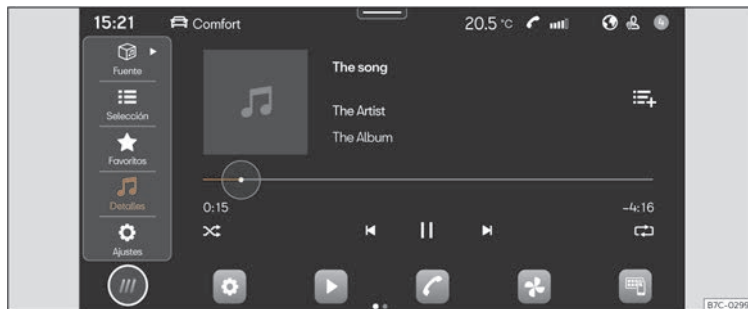

Fig. 153 Representación esquemática: Vista Multimedia.
- Prema **HOME** > ► >>> **fig. 153**.